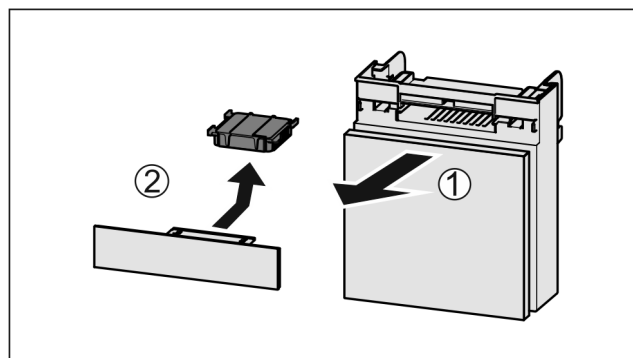

Fig. 62
- ▶ 向前拉出 Fig. 62 (1) 抽屉。
- ▶ 取出 Fig. 62 (2) 活性炭过滤器。